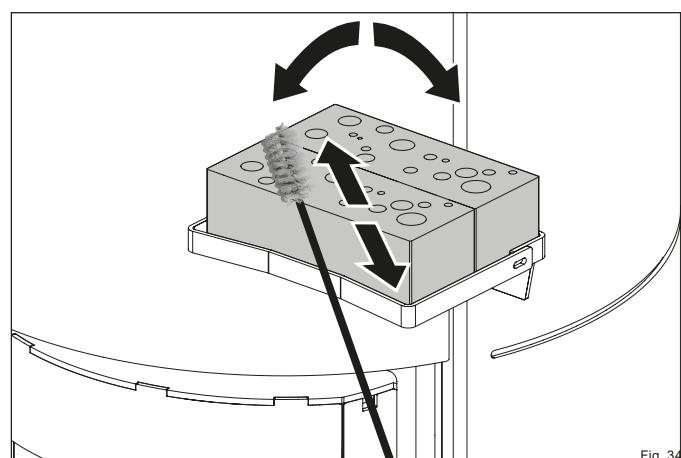

Fig. 34
- Brossez les catalyseurs comme indiqué (Fig. 34).